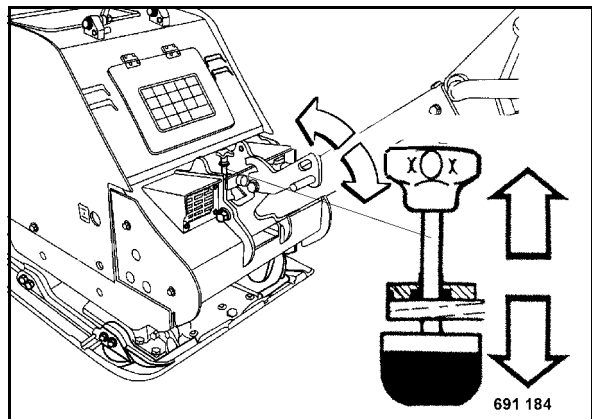

рис. 60
- Установить дышло регулированием по высоте (рис. 60) так, чтобы поверхность с пробкой для проведения контроля располагалась горизонтально.